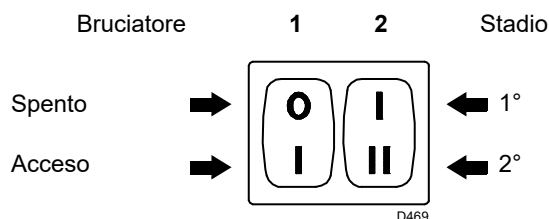
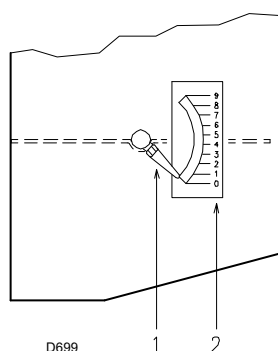
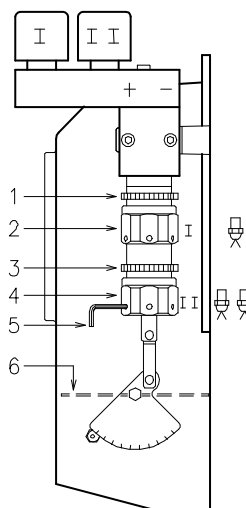

Fig. 22
Fig. 23
Fig. 24
- Avviare il bruciatore chiudendo i telecomandi e con l'interruttore 1 (Fig. 22 pag. 19) in posizione "ACCESO". La pompa deve girare nel senso della freccia riportata sul coperchio.
- Quando il gasolio fuoriesce dalla vite 3) la pompa è innescata. Fermare subito il bruciatore: interruttore 1) (Fig. 22 pag. 19) in posizione "SPENTO" ed avvitare la vite 3).
Mettere l'interruttore 1)(Fig. 22) in posizione "ACCESO".
Mantenere il bruciatore funzionante in 1° stadio mettendo l'interruttore 2)(Fig. 22) in posizione 1° stadio. L'apertura della serranda 6)(Fig. 24) va proporzionata all'ugello scelto: l'indice 1)(Fig. 23) deve trovarsi in corrispondenza della tacca 2)(Fig. 23) indicata nella Tab. E. La regolazione si ottiene ruotando l'esagono 2)(Fig. 24):
tacca 2,3 (Fig. 23) in corrispondenza con l'indice 1).
A regolazione ultimata bloccare l'esagono 2) (Fig. 24) con la ghiera 1).
N° = Tacca 2) (Fig. 23)
Mettere l'interruttore 2) (Fig. 22 pag. 19) in posizione 2° stadio e regolare la serranda 6) (Fig. 24) agendo sull'esagono 4) (Fig. 24), dopo aver allentato la ghiera 3) (Fig. 24).
per facilitare la regolazione degli esagoni 2) e 4) (Fig. 24),
servirsi della chiave esagona da 3 mm 5) (Fig. 24).